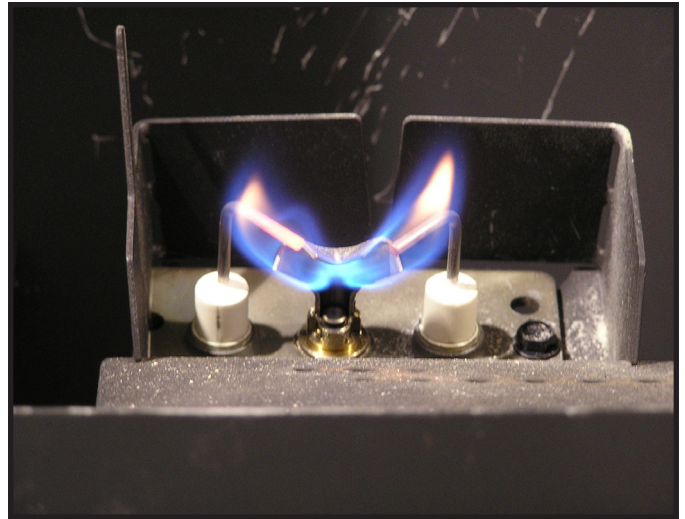

Abbildung 3.1 IPI-Pilotflammenmuster
- Überprüfen Sie Muster und Stärke der Pilotflamme. Abbildung 3.1 zeigt das richtige Pilotflammenmuster. Reinigen oder ersetzen Sie bei Bedarf den Düsenkopf mit Außengewinde.